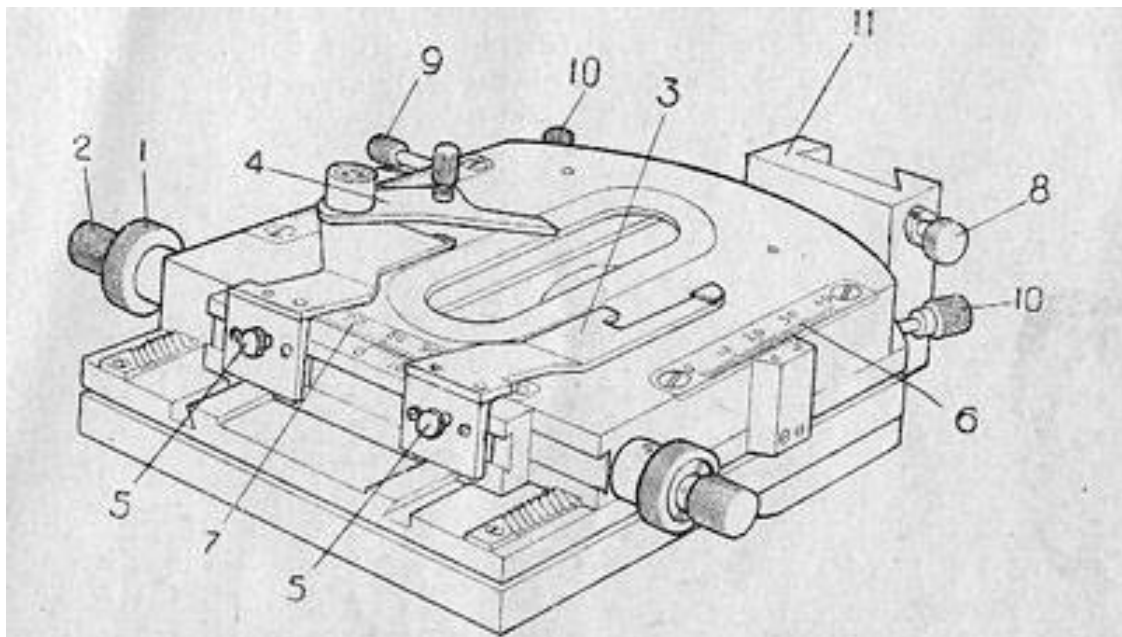

Рис. 7. Предметный столик;
c) **Der Tisch des KS-2** in Abb. 7.